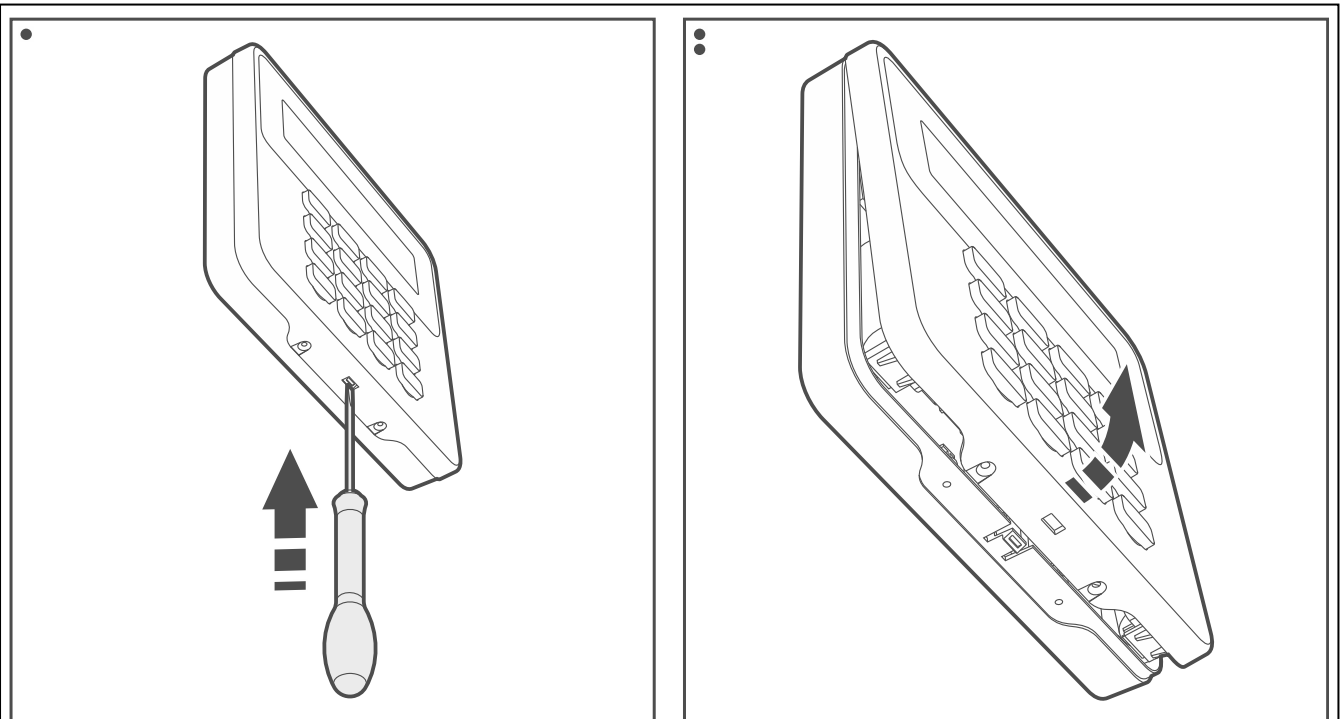

Abb. 5. Öffnen des Gehäuses des Bedienteils.
1. Öffnen Sie das Gehäuse des Bedienteils (Abb. 5).